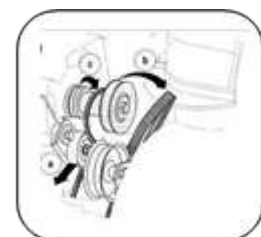

Figure 22
c. Soulever la courroie d'entraînement de la poulie du moteur. Voir la figure 22.